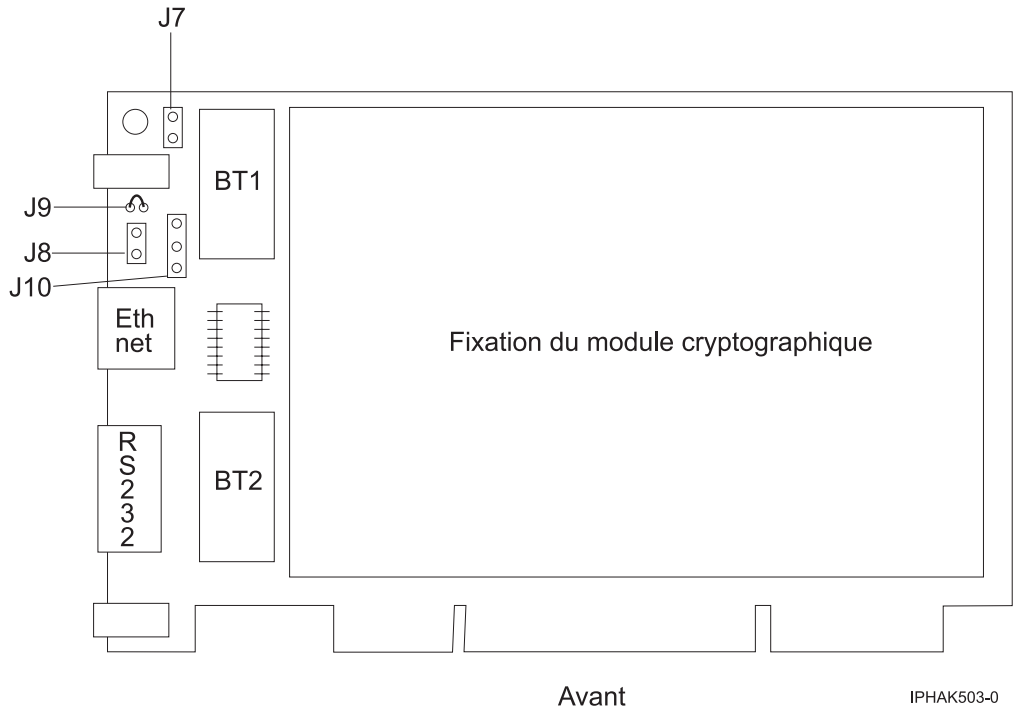

Figure 8. Recto de la carte
6. Insérez l'une des nouvelles batteries dans le bloc de batteries fourni avec le kit. Alignez le + de la batterie avec le + du bloc de batteries (l'extrémité avec le câble rouge). Connectez les câbles du bloc au connecteur J10 situé près du port série RS-232, comme illustré dans la figure 8, à la page 47. Le connecteur est polarisé pour garantir un branchement correct.